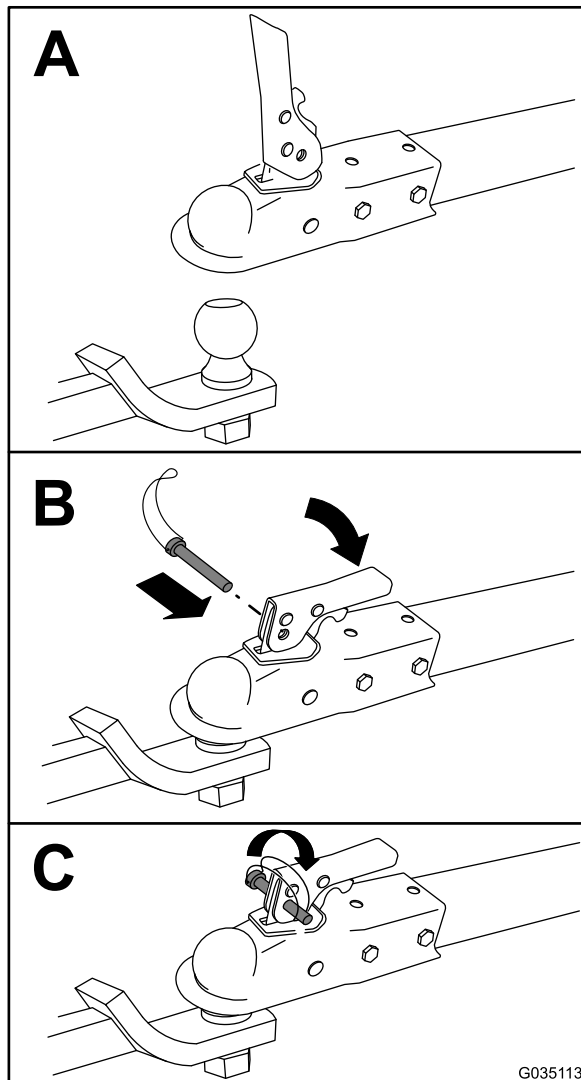

Figure 15
3. Attachez la machine comme montré à la Figure 15.